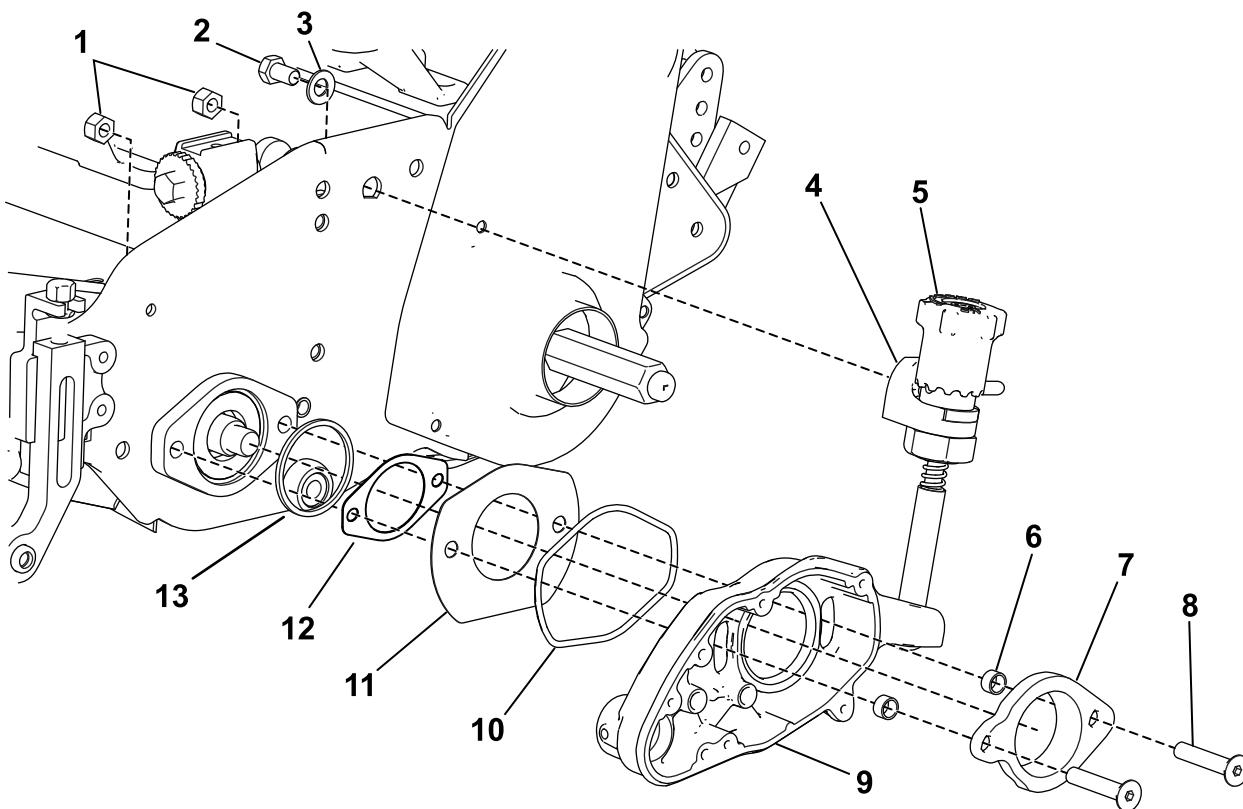
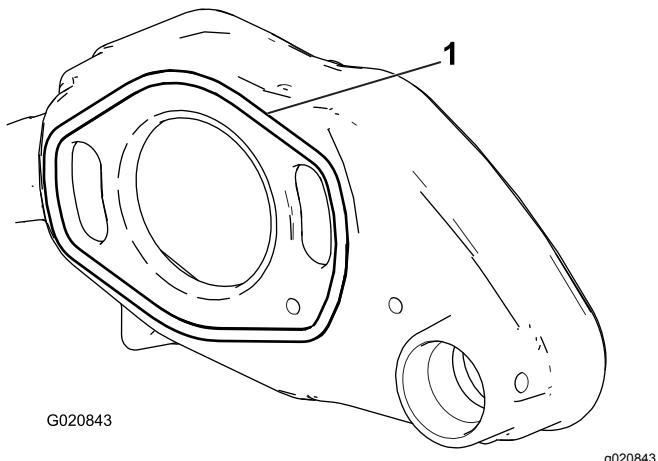
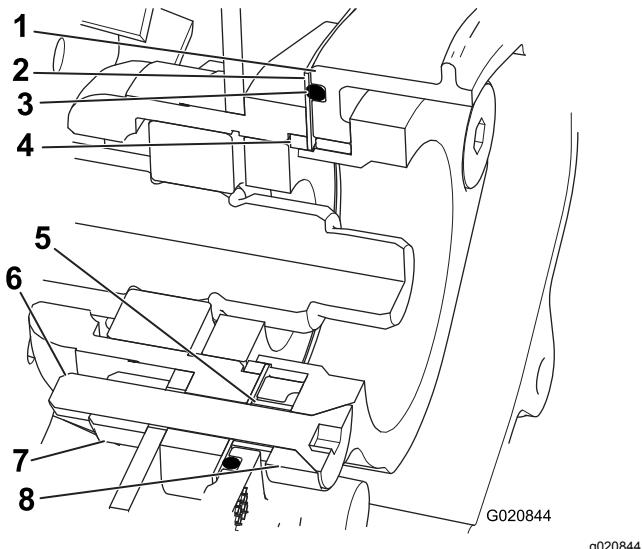

Figure 6
Figure 7
Figure 8
5. Retirez la rondelle bombée et le boulon ($\frac{3}{8} \times \frac{5}{8}$ ") du bloc de montage du bouton de réglage (Figure 6).
| 6. Reposez le joint torique dans le carter du groomer (Figure 6 et Figure 7) et lubrifiez légèrement les surfaces exposées du joint torique avec la graisse synthétique (fournie avec le kit). | 7. Insérez la bague adaptatrice dans le boîtier de roulement de cylindre (Figure 6 et Figure 8). |
8. Insérez les 2 vis à tête plate ($\frac{3}{8} \times 2"$) dans l'adaptateur de roulement et positionnez les entretoises au bout des vis (Figure 6 et Figure 8).
10. Glissez l'adaptateur de roulement dans la douille en bronze et les vis dans les fentes du carter de groomer (Figure 6 et Figure 8).
11. Placez le cache-fentes sur les vis, en appui contre le joint torique lubrifié (Figure 6).
14. Serrez les contre-écrous à un couple de 31 à 37 N·m (Figure 6 et Figure 8).
15. Fixez le bloc de montage du bouton de réglage sur la plaque latérale gauche avec le boulon ($\frac{3}{8} \times \frac{5}{8}"$) et la rondelle bombée que vous avez retirés précédemment (Figure 6).